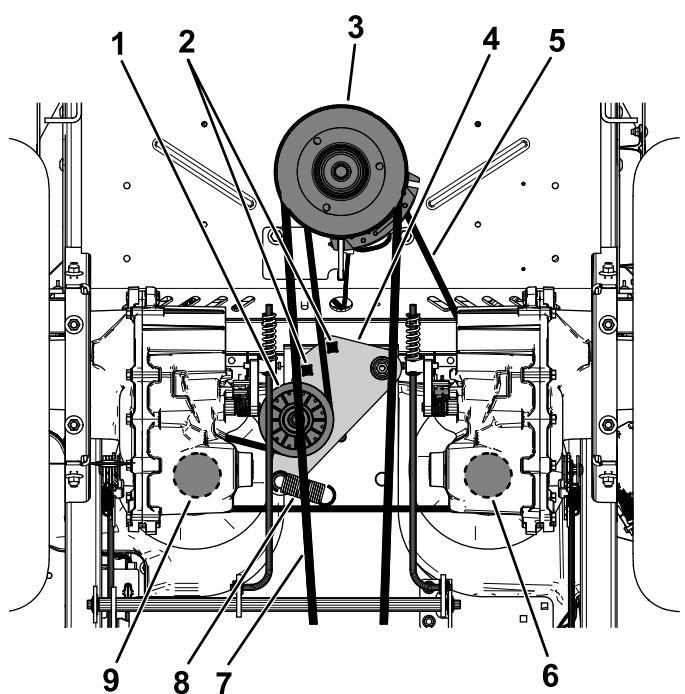

Рисунок 62
5. Вставьте ключ с храповым механизмом на ½ дюйма или монтировку в одно из квадратных отверстий рычага натяжного ролика, чтобы снять натяжение с пружины натяжного ролика (Рисунок 62).
6. Снимите имеющийся ремень с натяжного ролика, 2 шкивов привода гидравлических насосов и шкива двигателя (Рисунок 62).
7. Проложите новый ремень вокруг натяжного ролика, шкива двигателя и 2 шкивов гидравлических насосов (Рисунок 62).